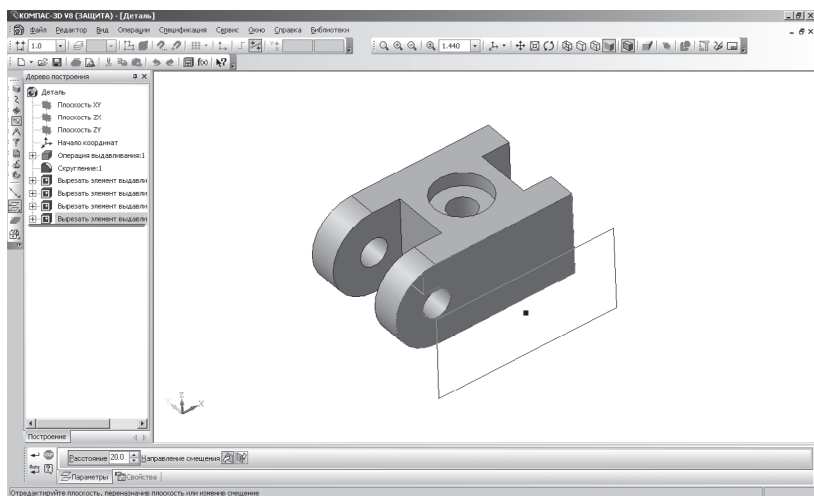

Рис. 230
- фантом вспомогательной плоскости будет отображен в окне модели (рис. 230);